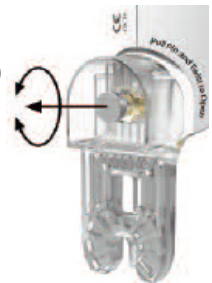

Figure 2
1. Extraire et tourner la goupille de verrouillage de 90 degrés pour la verrouiller en position « sortie ». (Fig. 2)